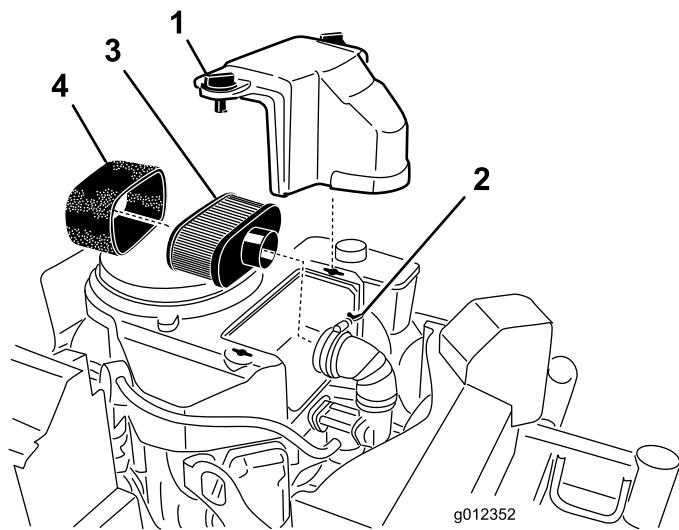

図 40
- エアクリーナを外したときエンジン内部に異物が入らないよう、周辺をきれいに拭く（図 40）。
- エアクリーナのカバーのノブのねじをゆるめてカバーを外す（図 40）。
- エアクリーナのホースクランプをゆるめてエアクリーナアセンブリを外す（図 40）。
- ペーパー・エレメントからスポンジエレメントを注意深く取り外す（図 40）。
- ペーパー・フィルタは清掃しないで交換する（図 40）。
- ペーパー・エレメントにスポンジエレメントを注意深く取り付ける（図 40）。
- エア・クリーナのベース、またはホース、にエア・クリーナ・アセンブリを取り付けて固定する（図 40）。
- エアクリーナのカバーを取り付け、ノブを締め付けて固定する（図 40）。